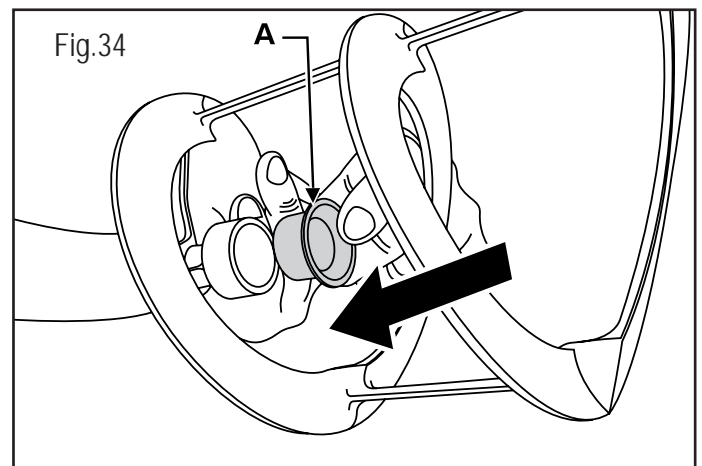

Fig.34
Installare la guarnizione (A) sulla coclea come mostrato in fig.34.
Guarnizione vasca non lubrificata. (Fig.34)	Lubrificare la vasca in modo corretto.